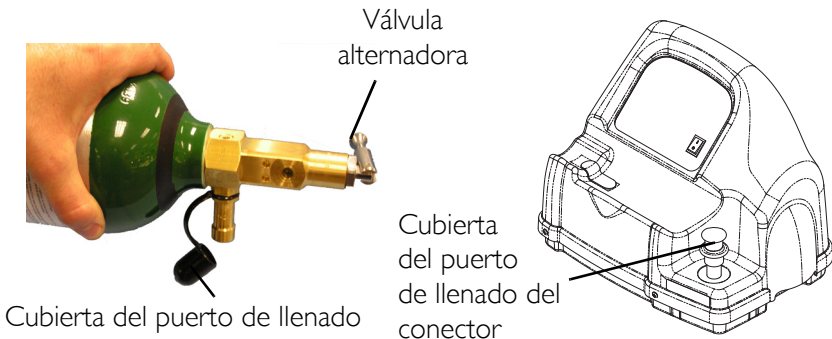

FIGURA 4.7 Puerto de llenado del conector
NOTA: Para este procedimiento, consulte en FIGURA 4.2 FIGURA 4.7.
17. Coloque las cubiertas del puerto de llenado en el puerto de llenado del conector (ubicadas en el compresor) y el puerto de llenado de la válvula posterior (ubicada en el cilindro) (FIGURA 4.7).